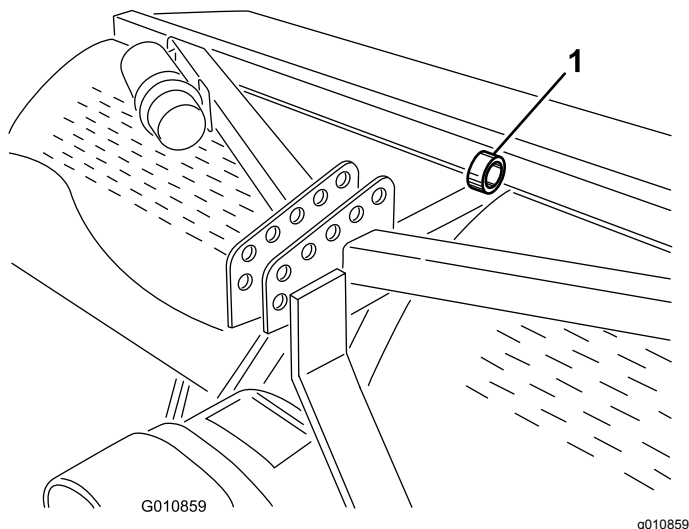

Figura 44
**Nota:** Puede utilizar un polipasto para elevar el aireador. Utilice el ojal del cabezal de perforación como punto de enganche del polipasto (Figura 44). Asegúrese de que el polipasto tiene suficiente capacidad de izado. Consulte Especificaciones (página 22).